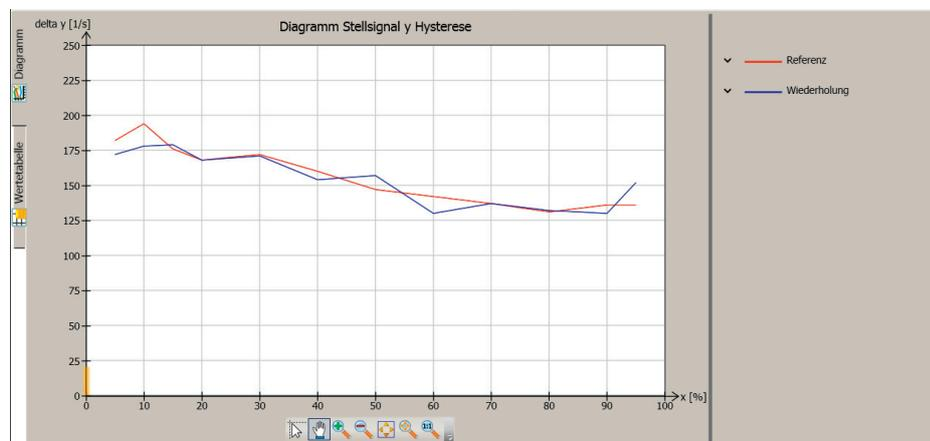

Bild 4: Stellsignal y Hysterese
2.1.6 Diagramm Stellsignal y Stationär (Bild 4)